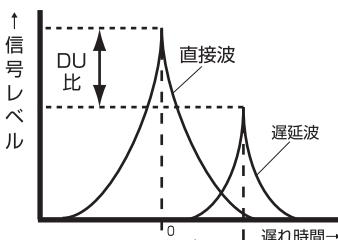

図1 直接波と遅延波のDU比と遅れ時間
**GIとは**…ガードインターバル。図1のように同一チャンネルの受信波の遅れ時間とDU比(レベル差)を表示します。混信の原因となる妨害波の存在と、目的波に与える影響の度合いを確認することができます。なお、126μs以内の遅延波は通常チューナー側で補正されるために受信障害にはなりませんが、親局と中継局の両方を受信している状況(SFN混信)や、山岳、ビルなどの反射波が影響して、レベルが受信良好を示しているのに、C/NやBERが悪化する場合があります。(10ページ参照) このチェックマークのGI確認機能では、そうした障害を発生させる遅延波の存在を知ることで、次に示します「対策」と効果を確認することができます。